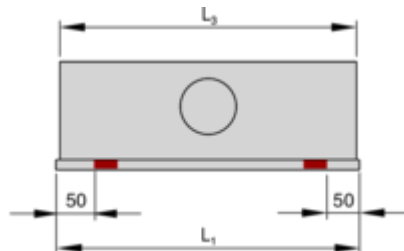

Abb. 16: Frontschiene Länge = Anschlusskastenlänge
3. Sitz vom Befestigungsmaterial in der Nut überprüfen und positionieren, Positionierung gemäß Abbildung Abb. 13 bis Abb. 16.